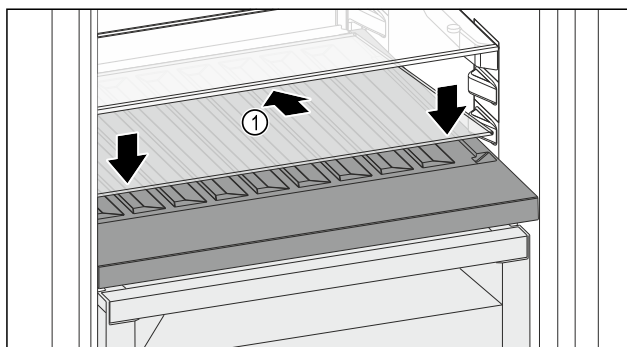

Fig. 144
- ▶ Sätt an glasskivan *Fig. 144 (1)* snett och lutad bakåt.
- ▶ Sänk glasskivan *Fig. 144 (1)* framtill.